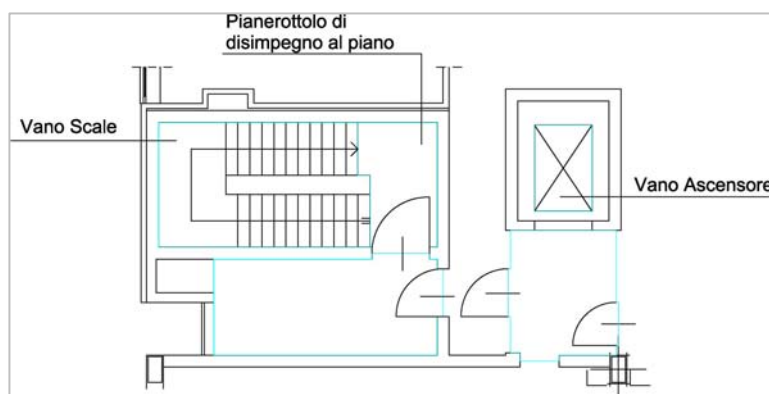

Fig. 1
- Nel caso dei vani di Collegamento Verticale sarà necessario separare lo sviluppo delle rampe delle scale (vano scala), dall'area del pianerottolo di disimpegno al piano, **Fig. 1**.
- Il vano ascensore, montacarichi, monta libri, è individuato graficamente come il perimetro interno della cabina di sollevamento, e dovrà essere considerato separatamente tracciando una polilinea chiusa, attivando il layer VANO_ASCENSORE. E' necessario tracciare anche la superficie netta della cabina di sollevamento, attivando il layer SUPNETTAVANO. **Fig. 1**.